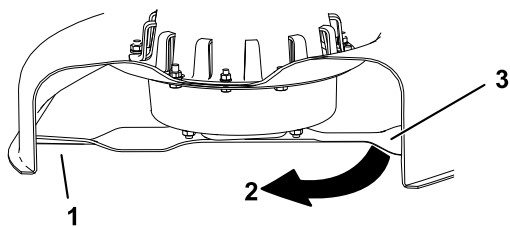

Figure 31
4. Tournez la même lame de 180 degrés pour amener l'autre tranchant à la même position (Figure 31).